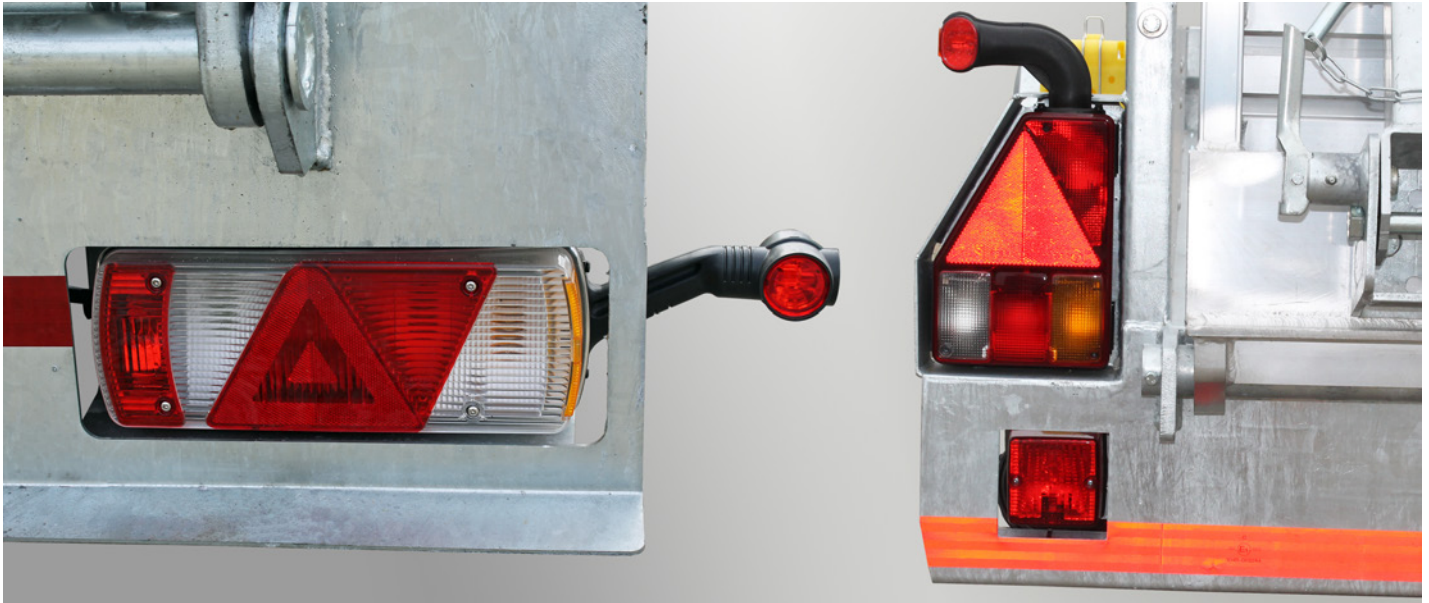

Abb. 82 Einstecklatten eingesteckt
- ▶ Stecken Sie die Einstecklatten (Abb. 82/1 & 2) nacheinander, von unten beginnend, in die Einstecktaschen (Abb. 82/3) der Eck- bzw. Mittelrunge ein.